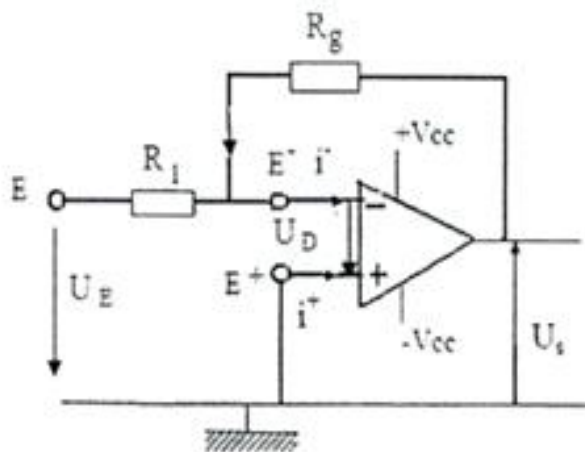

Fig.3 Amplificateur inverseur
Dans ce montage Fig. 3, la tension d'entrée UE est appliquée par la résistance R1.
1.1 Construire le montage **Fig.3**, avec $R_1=1 \text{ KOhm}$ et $R_g = 2,2 \text{ KOhm}$;